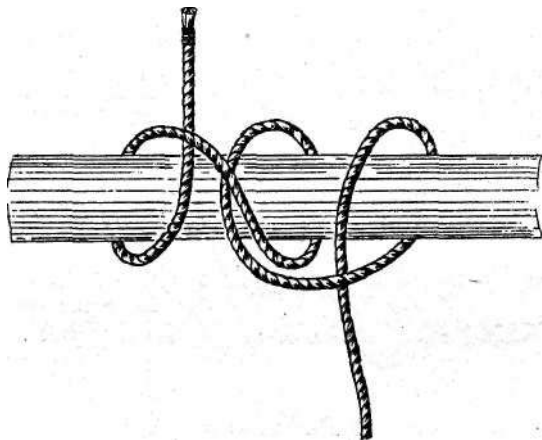

Рис. 21. Двойной выбленочный узел
*Двойной выбленочный узел* рис. 21 отличается от обычного наличием дополнительного шлага с нахлестом, рядом с выбленочным узлом. Он надежнее только в том случае, когда по какой-либо причине один из крайних шлагов распустится и останется обычный выбленочный узел.